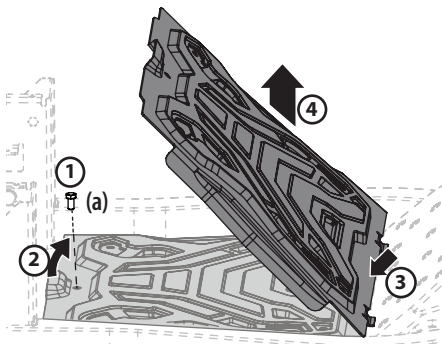

Figure 35
- À l'aide de l'outil multiple (le cas échéant) ou d'une douille de 1,25 cm (1/2 po), retirez la vis à tête hexagonale (a) qui maintient le panneau de plancher en place. Consultez la partie 1 de la Figure 35.
- Soulevez délicatement l'arrière du panneau de plancher. Consultez la partie 2 de la Figure 35.
- Faites glisser le panneau de plancher vers l'arrière pour libérer l'avant du panneau de plancher. Consultez la partie 3 de la Figure 35.
- Soulevez-le et retirez-le du tracteur. Consultez la partie 4 de la Figure 35.